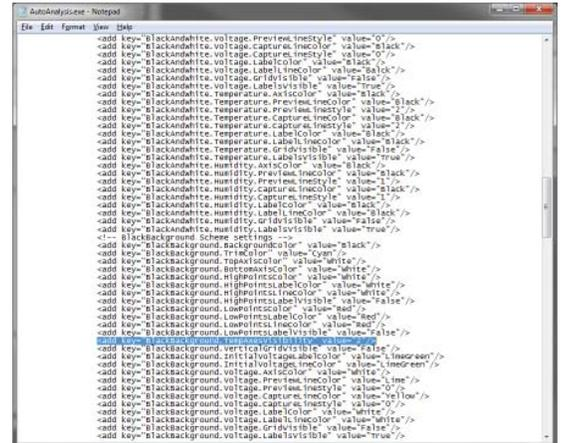

図 63: 各スキームの温度補助スケールの変更
1. コンフィギュレーション ファイル“configuration file (AutoAnalysis.exe.config)”を開きます。図 63